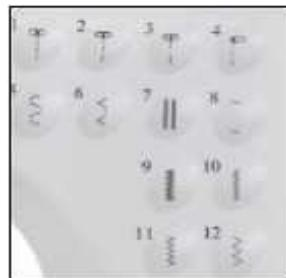

Abb.10
5. Wenn Sie mit dem Nähen fertig sind, schalten Sie den Schalter aus, ziehen Sie den Netzstecker, drehen Sie das Handrad, um die Nadel ganz nach oben zu heben, heben Sie den Nähfuß an, nehmen Sie dann vorsichtig den Stoff aus der Nähmaschine und schneiden Sie den Faden mit dem Fadenschneider ab (Abb. 10).